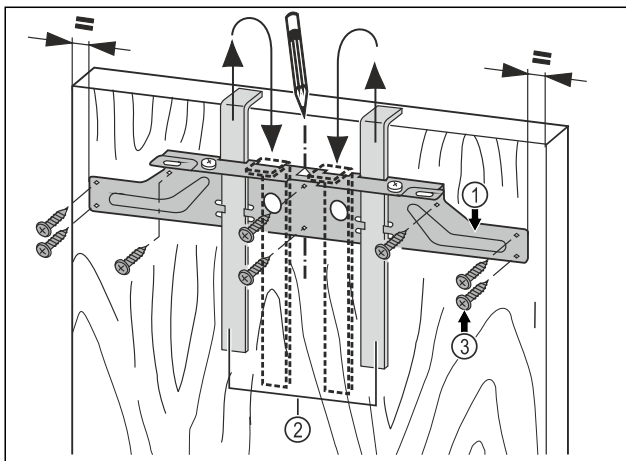

Fig. 19
- Heng monteringstraversen Fig. 19 (1) med monteringshjelpemidlene Fig. 19 (2) på innsiden av møbeldøren.
- Rett ut monteringstraversen Fig. 19 (1) på midten av døren.
- Skru fast monteringstraversen Fig. 19 (1) med minst 6 skruer Fig. 19 (3).
- Skru fast monteringstraversen Fig. 19 (1) med 4 skruer Fig. 19 (3) på kanten.
- Trekk ut monteringshjelpemiddel Fig. 19 (2) oppover og skyv dem dreid inn i mottaksåpningene ved siden av.